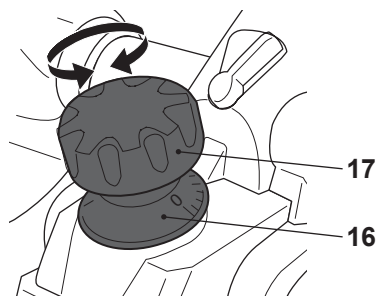

Fig. 5
Ajuste a profundidade de aplainamento ao valor desejado girando o manipulador de ajuste da profundidade de corte (17). A profundidade pode ser ajustada entre 0 e 3 mm. O número na escala (16) ao lado do indicador indica a profundidade de corte em divisores de 0,1 mm (Fig. 5).